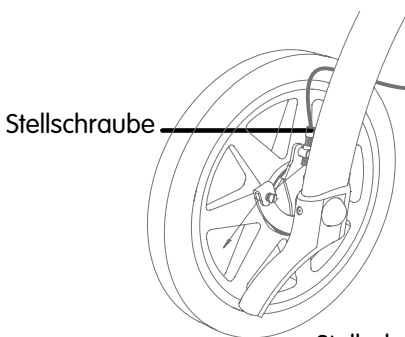

Abbildung 11
1. Einstellung unten (Abbildung 11)